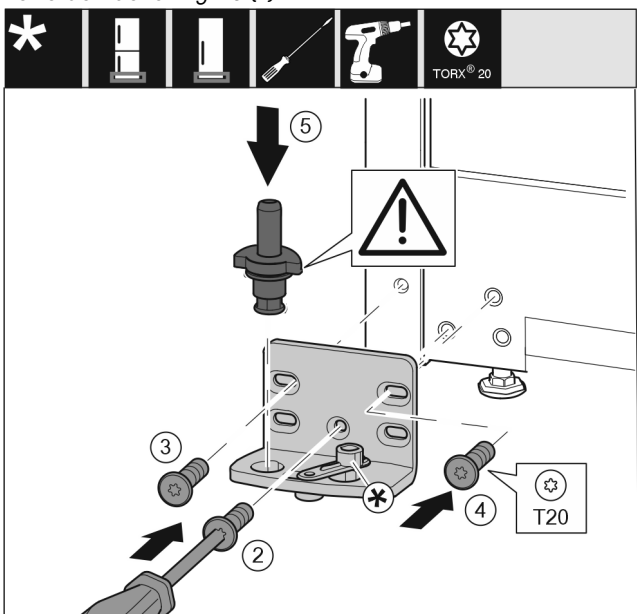

Fig. 14
- ▶ Colocar el soporte de apoyo en el otro lado y atornillarlo con la ayuda de un destornillador T20. Empezar por el tornillo 2 en la parte inferior central. Fig. 14 (2)
- ▶ Apretar los tornillos 3 y 4. Fig. 14 (3,4)
- ▶ Introducir totalmente el perno de apoyo. Asegurarse de que el saliente de retención mire hacia atrás. Fig. 14 (5)